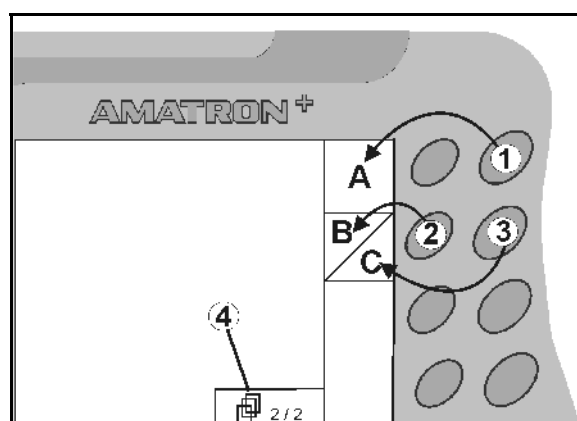

Fig. 7
- Hvis det bare vises kvadratiske felt på displayet, er det bare høyre tast (Fig. 7/1) som er tilordnet funksjonsfeltet (Fig. 7/A).
- er den venstre tasten (Fig. 7/2) tilordnet funksjonsfeltet oppe til venstre (Fig. 7/B).
- er den høyre tasten (Fig. 7/3) tilordnet funksjonsfeltet nede til høyre (Fig. 7/C).
• Bla i flere menysider (bare mulig når symbolet (Fig. 7/4) vises på displayet)